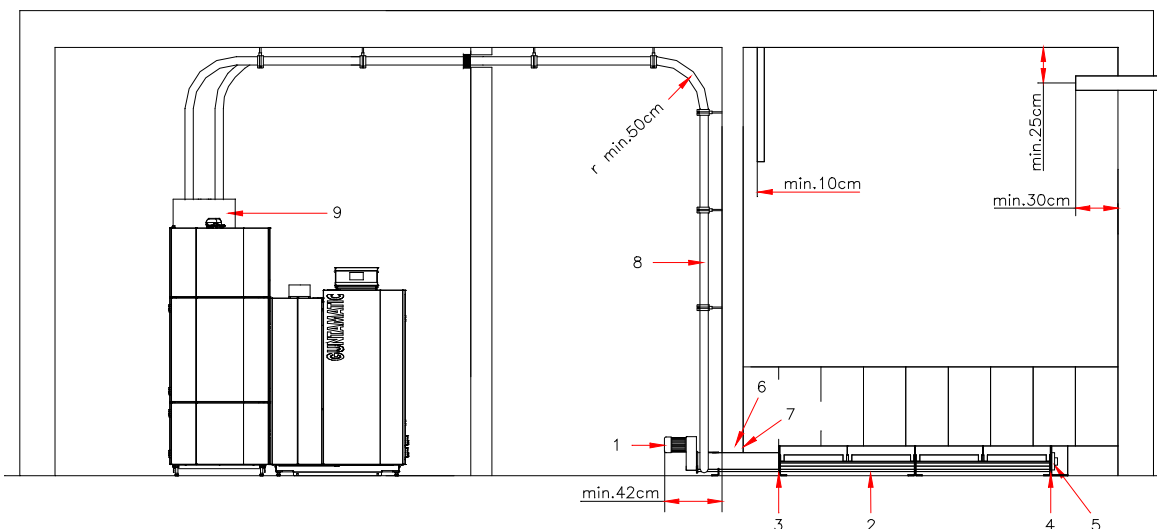

Fig.: 2
1. Introduisez l'unité d'entraînement (1) fig. 2 de la vis d'extraction par l'ouverture du mur du local de stockage.
2. En fonction de la longueur de vis, assemblez les rallonges de vis sans fin y compris les auges (2) Fig. 2 depuis le fond du local de stockage vers l'unité d'entraînement (1) Fig. 2. Assemblez les rallonges de vis de manière à ce que les hélices soient contiguës. Ensuite, vissez fermement ensemble les auges par les brides à l'aide des vis M 8 x 30 (3) Fig. 2 et des rondelles frein. Veillez à ce que les auges soient vissées ensemble sans ressauts intérieurs. Visser le couvercle de fond avec palier d'entraînement (4) Fig. 2 sur la bride à l'extrémité de la vis d'extraction.
5. Disposez la vis sans fin de manière à ce qu'au moins 42 cm de l'unité d'entraînement (voir Fig. 2) dépassent du mur du local de stockage.
7. Remplissez l'ouverture du mur (6) Fig. 2 avec de la laine de roche. Fermez l'ouverture avec les tôles de recouvrement (7) Fig. 2 à l'intérieur et à l'extérieur.
1. Raccordez les tuyaux d'aspiration (8) Fig. 2 de l'extracteur du réservoir tampon (9) vers un des manchons de la vis d'extraction. Posez le tuyau d'aspiration du réservoir à la vis avec des rayons de courbure aussi grand que possible.